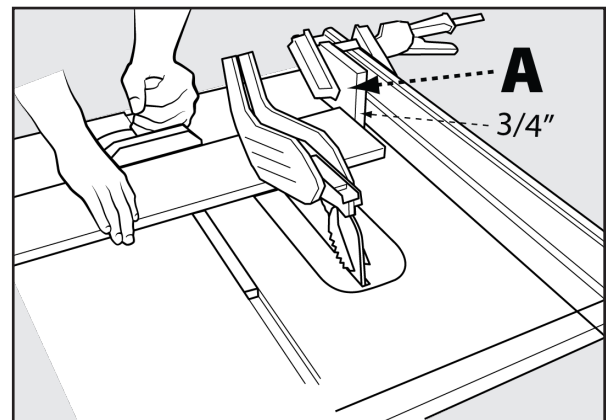

FIGURE 25
Lors de la coupe transversale d'un certain nombre de pièces de la même longueur, vous pouvez fixer un bloc de bois (A) (voir figure 25) au guide et l'utiliser comme une jauge de découpe. Le bloc (A) doit être d'au moins 3/4 po (19 mm) d'épaisseur pour empêcher la pièce coupée de se coincer entre la lame et le guide. Une fois que la longueur de découpe est déterminée, verrouiller le guide et utiliser le guide d'onglet pour pousser la pièce dans la lame.